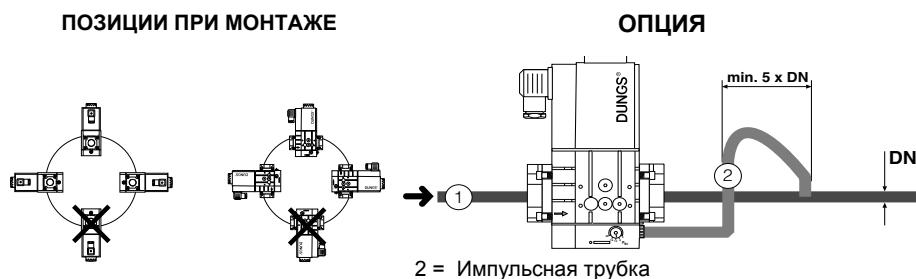

Рис. 14
2. установить устройство MBC...SE и уделить особое внимание прокладкам O-Ring (Рис. 14)